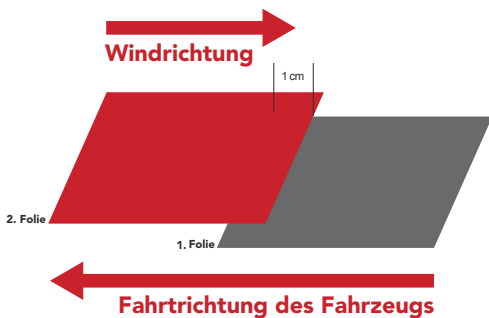

Abbildung 07
- Vertikale Überlappung auf einer beweglichen Fahrzeugfläche: Die Folierung erfolgt stets vom Fahrzeugheck hin zur Vorderseite. Gleiches gilt für die Überlappung. (Abb. 07)